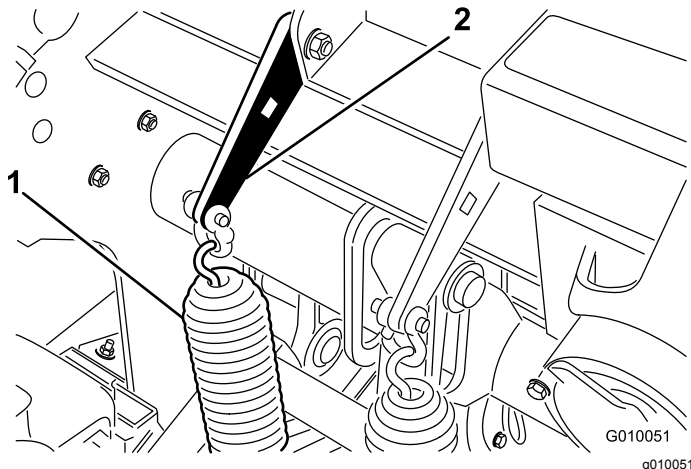

図 29
2. スプリングブラケットをコアリングヘッドに固定しているキャリッジボルトのナットをゆるめる 図 29。ナットは外さないこと。